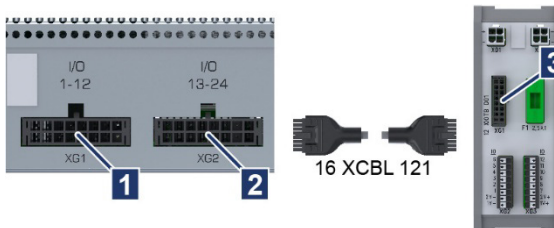

Abb. 6-9: XAL an XIOTB
1. Verbindungskabel 24 XCBL 121 am Schnittstellenmodul in die Buchse XG3 (AUDIO 1-6) und am Anschlussblock XATB in die Buchse XG1 stecken (→ Abb. 6-9/1 und 2).
1. Verbindungskabel 16 XCBL 121 am Schnittstellenmodul in die Buchse XG1 (I/O 1-12) oder XG2 (I/O 13-24) (→ Abb. 6-9/1 und 2) und am Anschlussblock XIOTB in die Buchse XG1 stecken (→ Abb. 6-9/3).